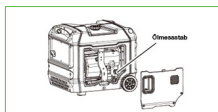

Abb. 1
- Lösen Sie den Knopf der rechten Außenabdeckung und nehmen Sie die Abdeckung ab. (Abb. 1)
- Lösen Sie den Knopf der rechten Außenabdeckung und nehmen Sie die Abdeckung ab. (Handelt es sich um den ersten Start, sollte die Abdeckung bereits aus dem vorherigen Schritt entfernt worden sein. Andernfalls führen Sie zunächst den in Abb. 1 oben dargestellten Vorgang durch.)